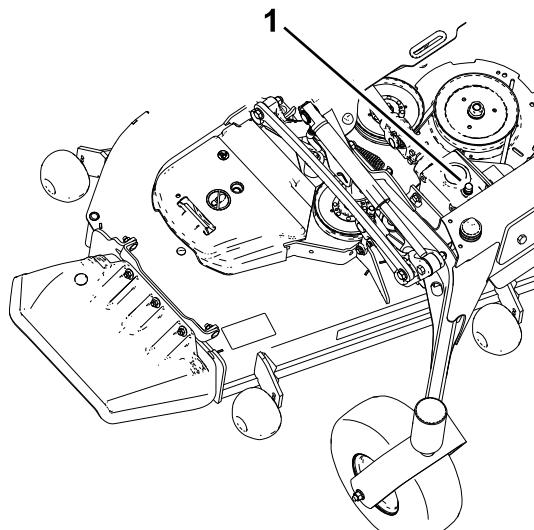

Bild 51
5. Nehmen Sie den Peilstab bzw. die Füllschraube oben am Getriebe ab und stellen Sie sicher, dass der Ölstand zwischen den Markierungen am Peilstab liegt (Bild 51).